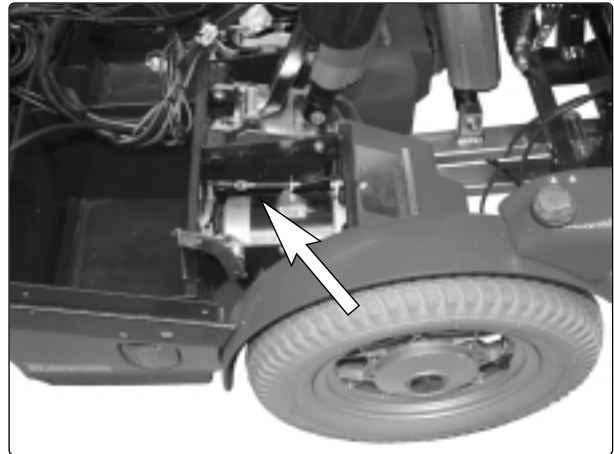

Abb. 17. Entriegelungsdraht Magnetbremse
7. Ziehen Sie die Drahhülse nach vorne und führen Sie den Draht durch den Schlitz des Drahthalters heraus. Haken Sie den Bremsentriegelungsdraht aus der Magnetbremse aus, siehe Abb. 17.